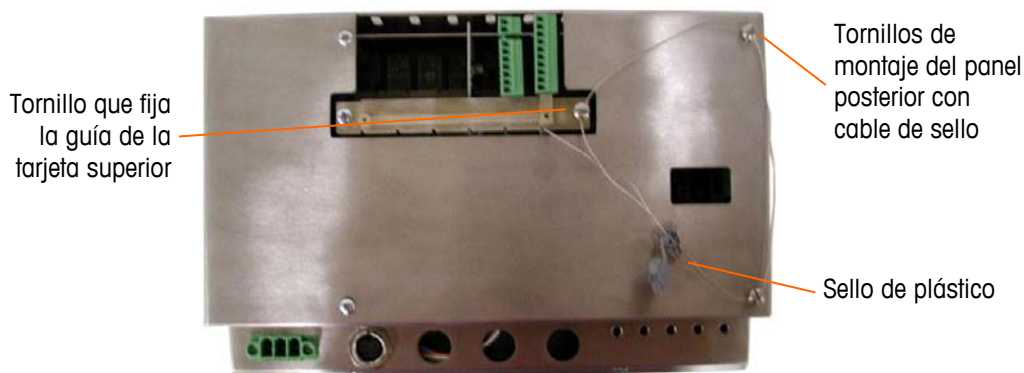

Figura 2-88: Sellos de tres puntos, tapa posterior de la caja para panel
- Finalmente, se sella el panel posterior de la caja mediante los dos tornillos estándar, y los tres tornillos de sello indicados en la Figura 2-88; dos para asegurar el panel en su lugar en sus salientes, y uno para asegurar un extremo de la guía superior del tablero.